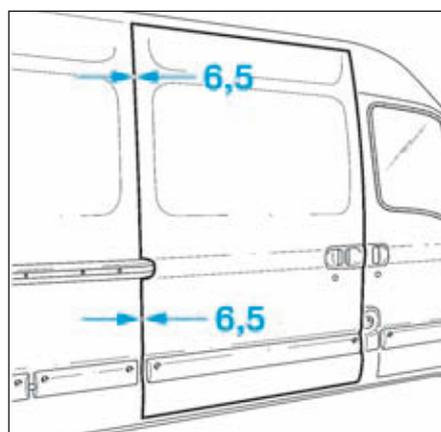

FIG.112
Le réglage du jeu d'ouverture de 6,5 mm en (X) (Fig.112) entre la porte coulissante et le panneau d'aile arrière est obtenu par le réglage du chariot central.